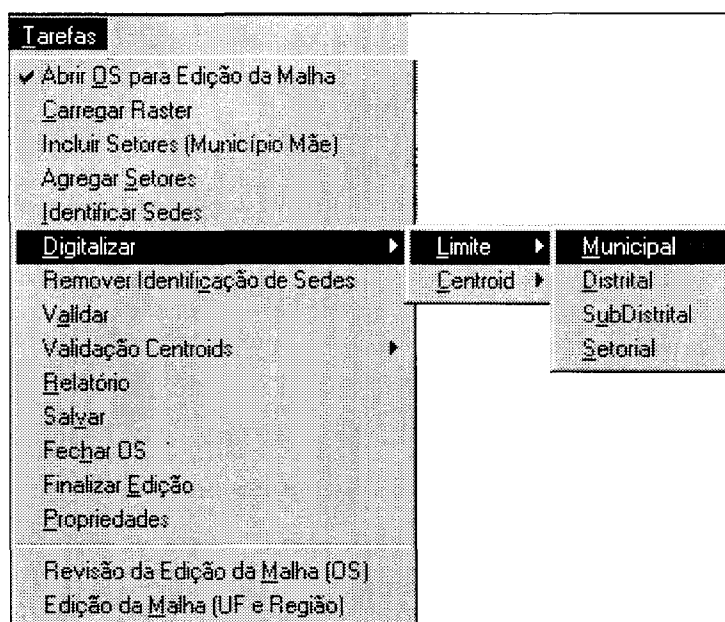

Figura 4.22: Procedimento para digitalizar limite municipal.
- Clicar em **Tarefas / Digitalizar/ Limite / Municipal** (Figura 4.22).